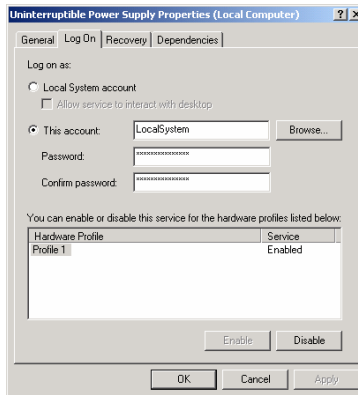

Figure 12 UPS properties box
- Wählen Sie **Log On**, Abbildung 12 wird angezeigt.